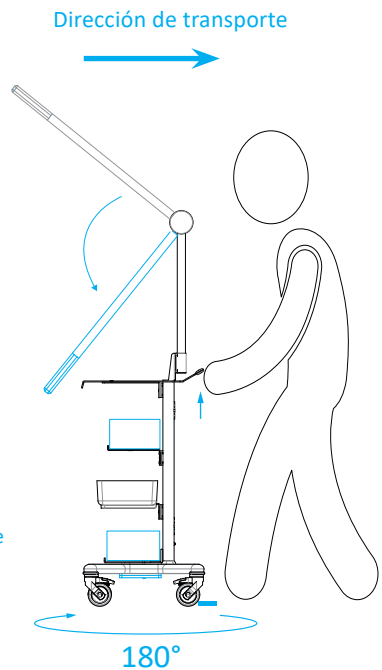

FIGURA 02
- Para evitar que el carro vuelque, al pasar por encima de obstáculos (por ejemplo, cables eléctricos o umbrales de puertas), es necesario sujetar el asa del carro, girar 180° y tirar del carro, tal como se ilustra en las instrucciones de transporte, figura 02 en la página 06. Si hay presencia del brazo articulado, cerrarlo antes de mover el carro.